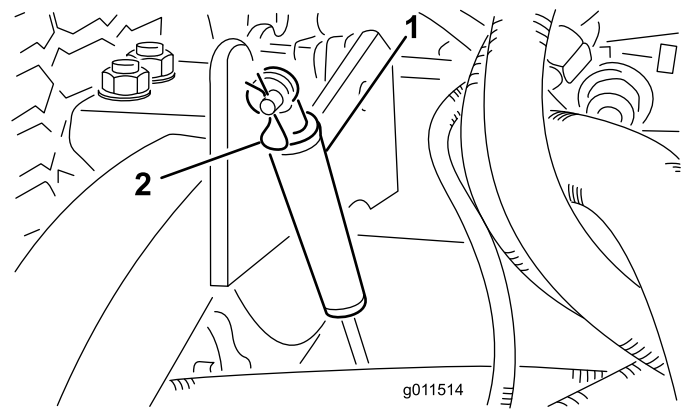

Bild 5
8. Entfernen Sie die Splinte, mit denen die Stoßdämpfer an den Mähwerk-Hubarmen befestigt sind (Bild 5).